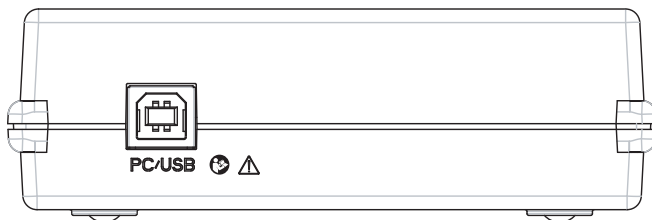

Abb. 1
- Verbinden Sie die USB-Anschlussbuchse auf der Rückseite des HI-PRO 2 über das mitgelieferte USB-Kabel mit dem USB-Port eines Computers (PC). Siehe Abb. 1.